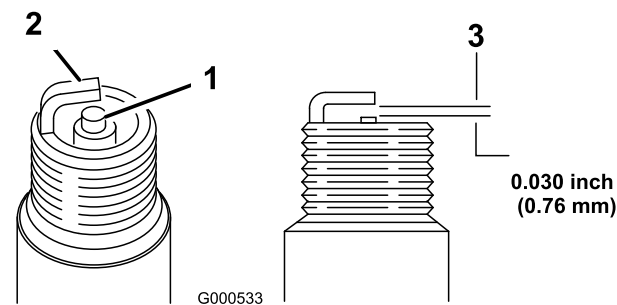

図 54
- 中央の電極部 (図 54) を観察する。
- すきまゲージでエア・ギャップの点検を行い、隙間の大きさが適切でなければ側面の電極を注意深く曲げて調整する (図 54)。